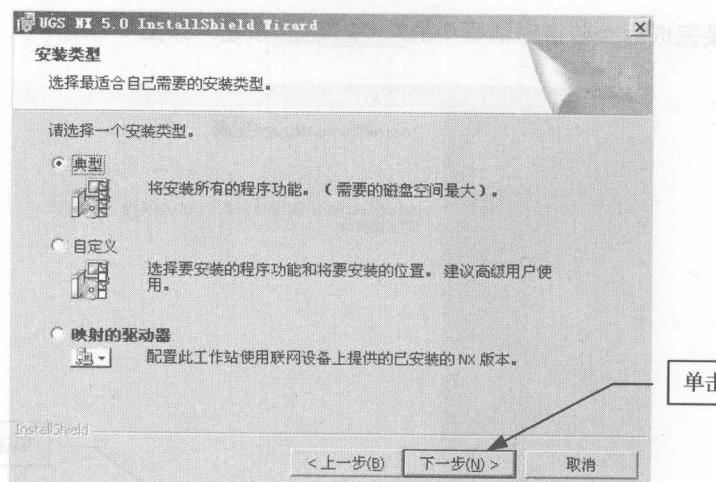

图 1-9 选择安装类型
11. 系统提示选择对话框中的安装类型，参照系统默认的设置不变，再单击“下一步(N)>”按钮，如图1-9所示。